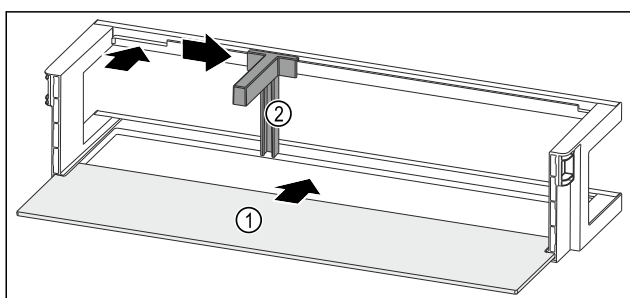

Fig. 104 Dveřní přihrádka s odkládací plochou
- ▶ Odkládací plochu Fig. 104 (1) zasuněte do bočních vybrání.
- ▶ Držák lahví Fig. 104 (2) vložte do vybrání.
- ▶ Držák lahví Fig. 104 (2) posuňte na stranu do požadované polohy.